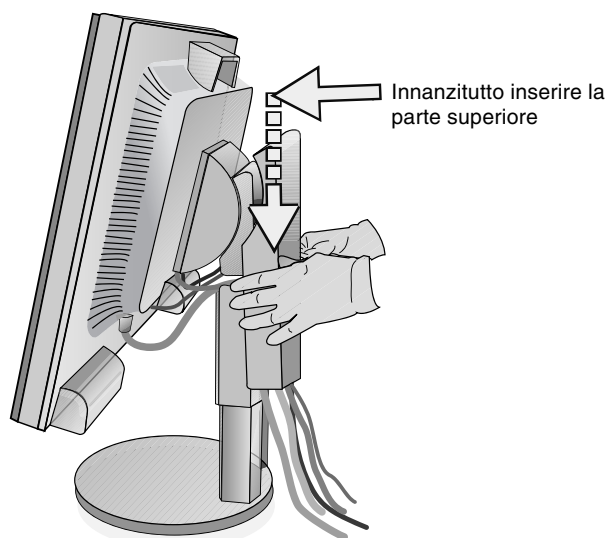
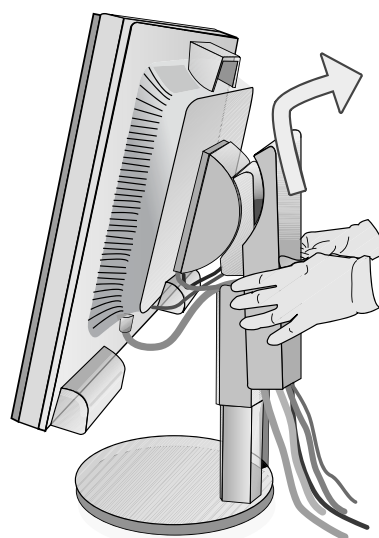

**Figura C.2**
**Figura C.3**
5. Per disporre i cavi in modo ordinato, utilizzare il sistema di gestione dei cavi predisposto sul supporto. Inserire il cavo di alimentazione e il cavo DVI nei ganci specifici indicati nella **Figura C.2/Figura C.3**. Inserire il cavo D-Sub e il cavo USB nei ganci specifici indicati nella **Figura C.2/Figura C.3**.
6. Assicurarsi che tutti i cavi siano piatti contro il supporto (**Figura C.2/Figura C.3**). Controllare l'inclinazione, l'innalzamento e l'abbassamento dello schermo del monitor e rotazione dello schermo quando si manipolano i cavi.